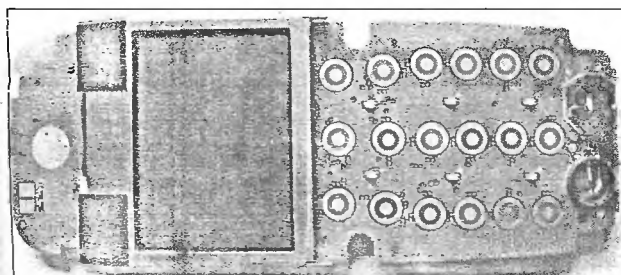

Рис. 1.7
4. Снимают переднюю крышку телефона и резиновые кнопки клавиатуры (рис. 1.7).